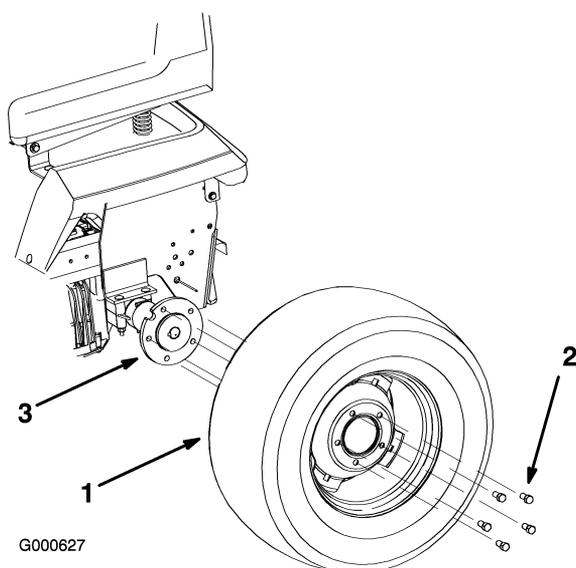

Figure 8
1. Montez la roue arrière sur le moyeu, la valve dirigée vers l'intérieur (Figure 8).